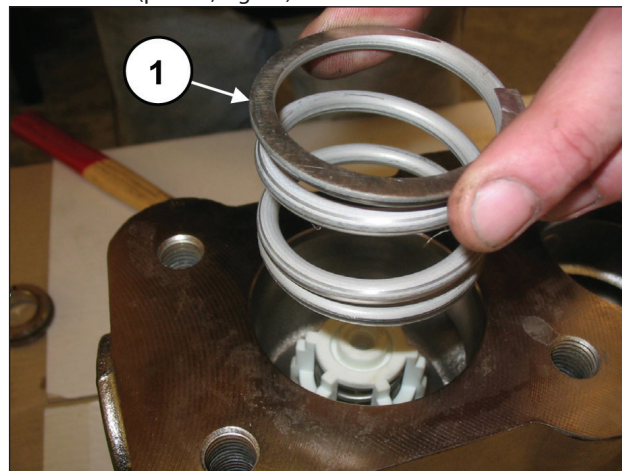

Fig. 91
Solte a mola (pos. ①, Fig. 91).